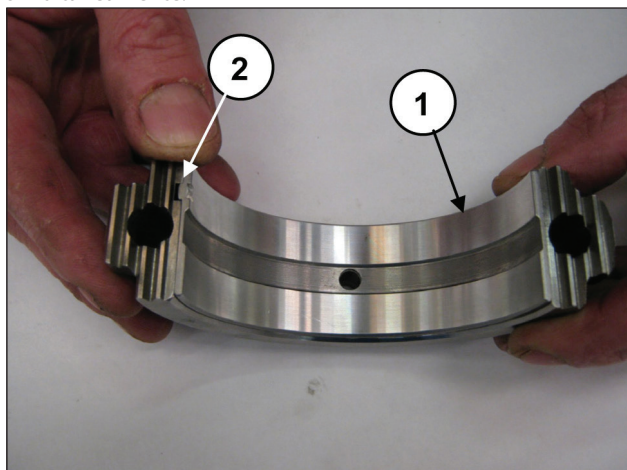

Fig. 69
Aplique os semi-rolamentos inferiores nas capas (pos. ①, Fig. 6969), certificando-se que a lingueta de referência dos semi-rolamentos esteja posicionada na caixa sobre a capa (pos. ②, Fig. 69).